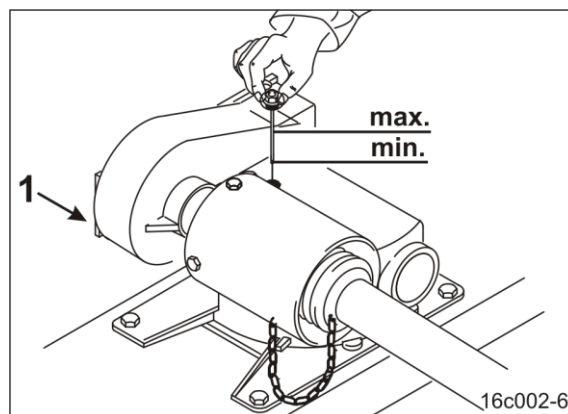

Fig. 178
2. Skru olieaftapningsskruen (Fig. 178/1) ud.